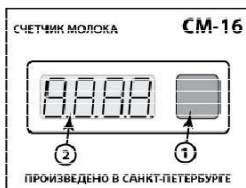
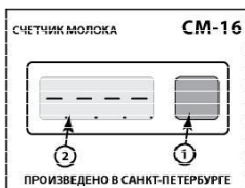
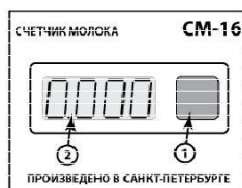

Рис. 4.
Рис. 5
Рис. 6
На дисплее последовательно загорятся «8.8.8.8» (Рис. 4), затем «-.-.-.-» (Рис. 5), затем тарифовочное число, после чего «0.000» (Рис. 6).
Для сброса показания необходимо нажать кнопку (1) на блоке индикации и удерживать ее до появления «0.000». Прибор готов к работе (Рис. 6).